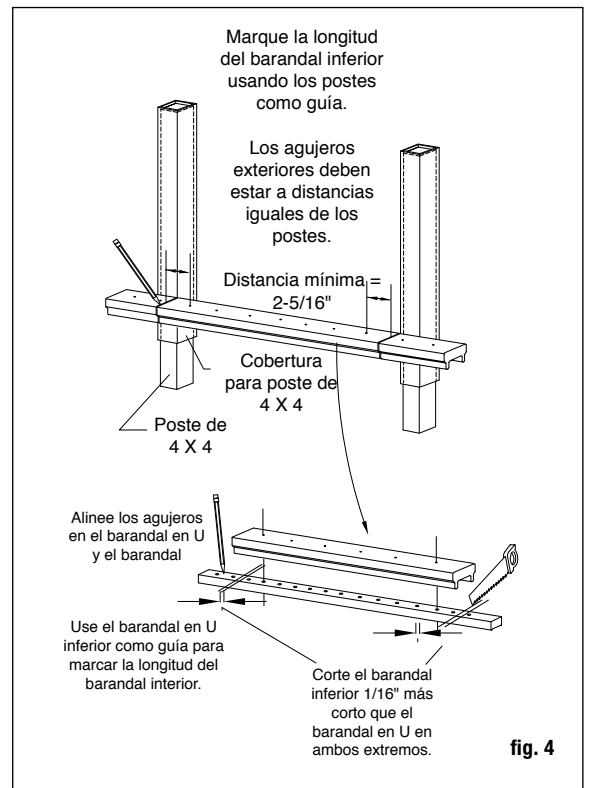

fig. 4
Paso 6 Pretaladre los barandales. *Nota: Para asegurarse de que los balaustres exteriores tengan un espaciamiento regular, los componentes del barandal deben ser recortados en ambos extremos. Asegúrese de que los agujeros estén al menos a 2-5/16" del poste.* Usando el barandal inferior pretaladrado como guía, colóquelo adyacente a las coberturas de postes y centre el barandal de modo que los agujeros pre-taladrados más lejanos para los balaustres estén a distancias iguales de las coberturas de postes. Marque el espacio entre los postes en el barandal inferior y recorte a la medida (fig. 4).
Paso 7 *Nota: Para asegurarse de que los balaustres estén instalados verticales, los agujeros entre las secciones de barandal deben estar todos alineados. Consejo: Use un calibrador de pernos o una broca de taladro de 3/32" para asegurarse de que los agujeros están alineados.* Usando el barandal inferior recortado como guía, coloque un barandal interior en el barandal inferior recortado y alinee los agujeros pretaladrados. Marque las líneas de corte en el barandal interior con un lápiz. *Nota: Para considerar el grosor de los soportes, los barandales interiores deben ser 1/8" más cortos que los exteriores con todos los agujeros con una separación igual.* Quite 1/16" adicional desde la marca de lápiz en cada extremo y recorte el barandal interior a la longitud adecuada. Repita para el segundo barandal interior (fig. 4).